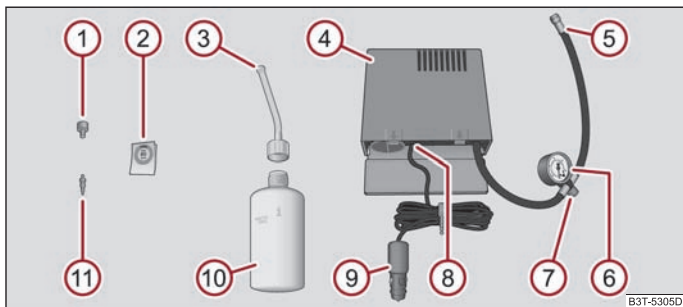

Fig. 5 Componentes del juego de reparación para neumáticos
- Pegue la etiqueta adhesiva ② ⇒ fig. 5 sobre el cuadro de mandos en el campo visual del conductor.
- Con la ayuda del extractor de válvulas ①, desenrosque el vástago de la válvula y colóquelo sobre una base limpia.
- Agite la botella de inflado de neumáticos ⑩ ⇒ fig. 5 fuertemente varias veces. ►
- Fijar el tubo flexible de inflado (3) en la botella de inflado de neumáticos (10), enroscándolo en el sentido de las agujas del reloj. La lámina en el cierre se perforará automáticamente.
- Retirar el tapón de cierre del tubo flexible de inflado (3) e insertar el extremo abierto completamente en la válvula del neumático.
- Mantener la botella (10) boca abajo y llenar el neumático con todo el agente sellante de la botella de inflado de neumáticos.
- Enroscar nuevamente el vástago de la válvula en la válvula del neumático, utilizando el extractor de válvulas (1).
- Enroscar el tubo flexible (5) ⇒ página 8, fig. 5 del compresor de aire fijamente en la válvula del neumático.
- Asegúrese de que el tornillo de purga (7) esté cerrado.
- Insertar el conector de cable (9) en una toma de corriente de 12 voltios en el vehículo, véase manual de instrucciones.
- Conectar el compresor de aire por medio del interruptor de conexión y desconexión (8).
- Deje que el compresor de aire funcione hasta alcanzar una presión de 2,0 – 2,5 bares. ¡Tiempo de servicio máx. 8 minutos ⇒ (1)!
- Cuando no se pueda alcanzar una presión de aire de 2,0 – 2,5 bar, desenroscar el tubo flexible (5) de la válvula del neumático.
- Enroscar nuevamente el tubo flexible del compresor de aire (5) en la válvula del neumático y repetir el proceso de inflado.
- Si ni así se pudiera alcanzar la presión de inflado necesaria, el neumático está fuertemente dañado. El neumático no se puede sellar con el juego de averías ⇒ (A).